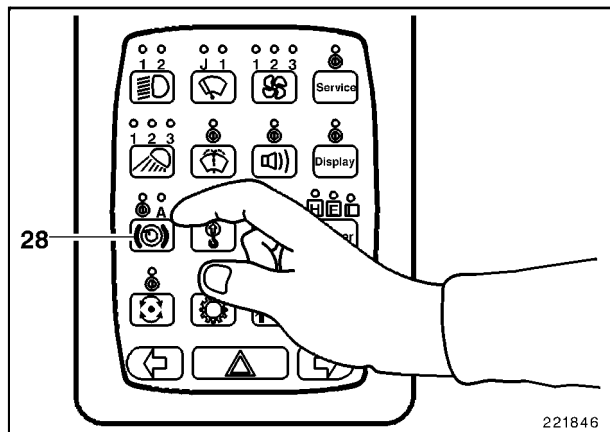

Fig. 10
- Conmutar el freno de sujeción del chasis superior en el modo de servicio automático. Pulsar para tal fin la tecla (28, Fig. 10) repetidamente hasta que el LED **A** esté encendido (véase también: "Apretar / soltar el freno de sujeción del chasis superior").